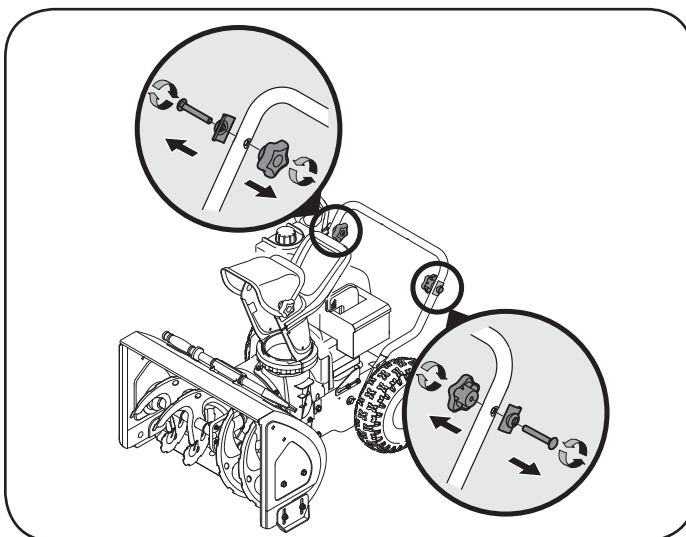

Figura 2
2. Desenroscar y remover la argolla del tornillo por cada lado la parte inferior del manubrio. Ver la figura 2.